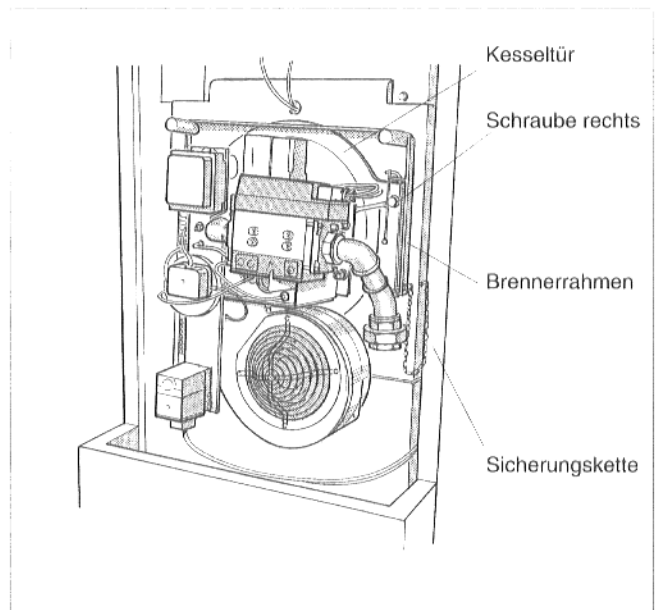

Abb. 3
- Sicherungskette des Brennerschlittens einhängen (Abb.3).
- Brenner bis zum Anschlag an die Kesselvorderwand heranschieben (Abb.3).